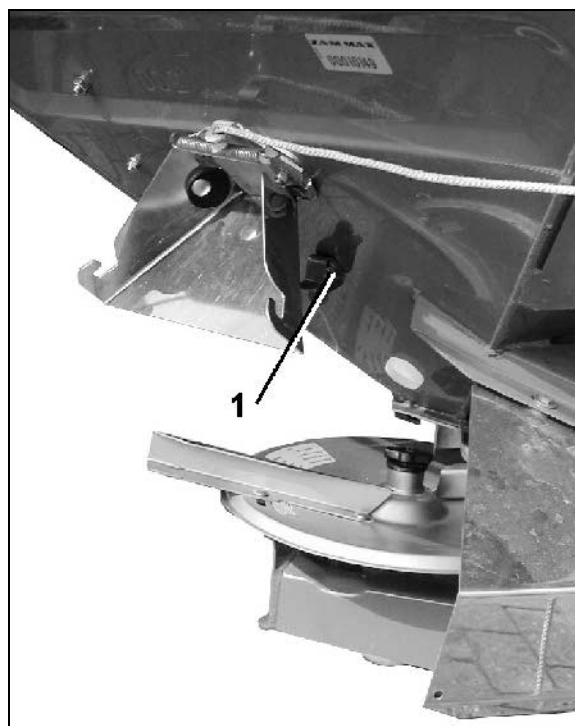
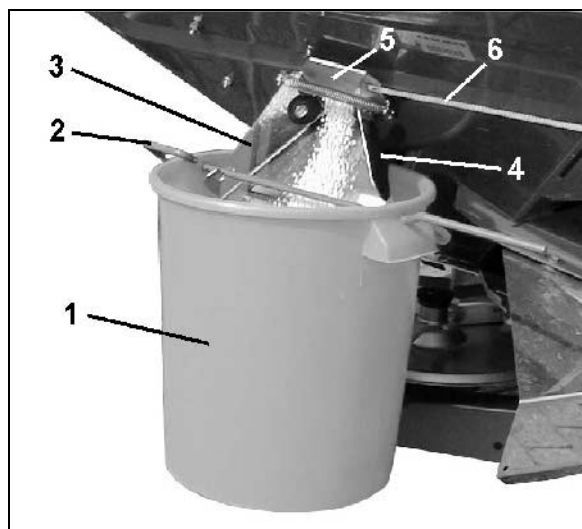

Fig. 50
Fig. 51
1. Mätbehållaren (Fig. 51/1) monteras med bygeln (Fig. 51/2) på utloppet (Fig. 51/3) Mätbehållaren låses i klämstycket (Fig. 51/4 och Fig. 50/1).
2. Öppna sidospjället (Fig. 51/5) fullständigt med hjälp av manöverlinan (Fig. 51/6) under ca 5 sekunder (för att säkerställa ett regelbundet flöde. Håll tillbaka den uppsamlade gödseln i behållaren igen.